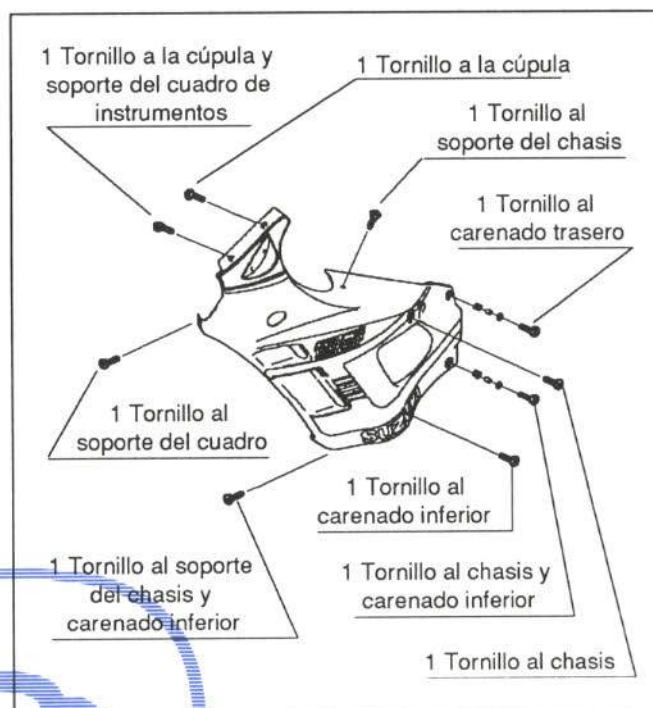

Figura 14.- Unión del carenado delantero
Va atornillada de la forma que muestra la figura 14.
- Desmontar carenado (figura 14)
- Carenado delantero del lado correspondiente (figura 14).